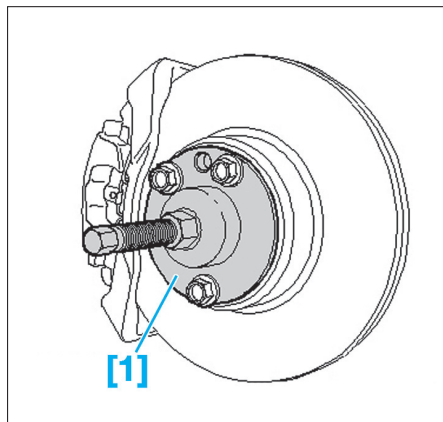

Fig. 2
- [1]. Extracteur réf VW : T 10103 (Fig.2).
- A l'aide de l'outil [1], extraire la transmission du moyeu (Fig.2).